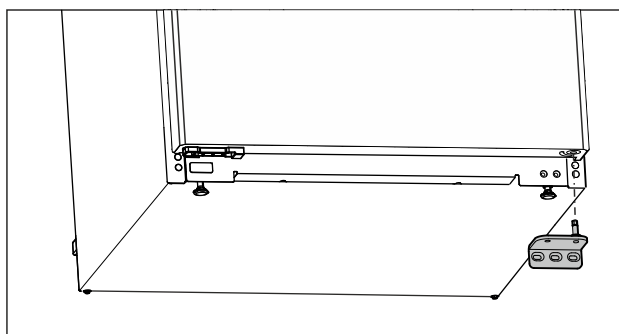

Fig. 8
- ▶ Odoberte ložiskovú konzolu smerom nadol. (pozri Fig. 8)